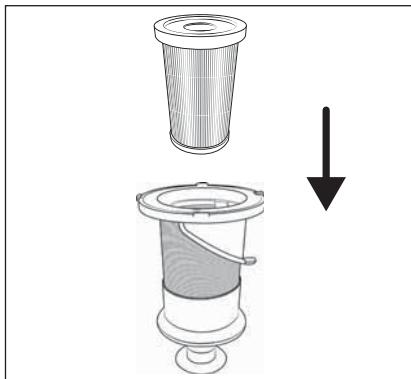

Abb. 27
- 7) Setzen Sie den EPA-Filter **5** in den EdelstahlfILTER **6** ein (siehe Abb. 27).